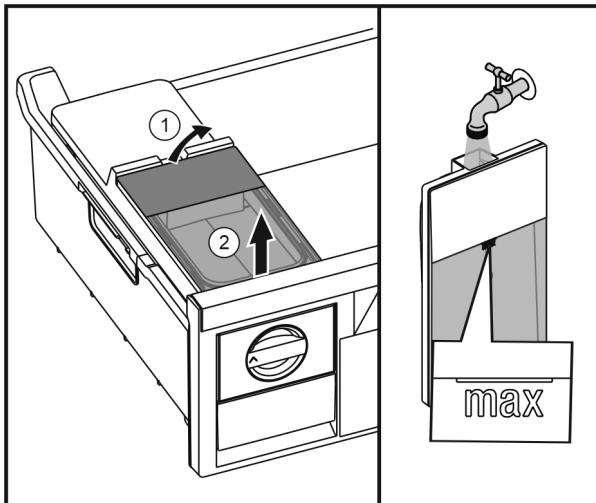

Fig. 38
- Nadvihnite nádržku na vodu zozadu Fig. 38 (1) a odoberte ju nahor Fig. 38 (2).